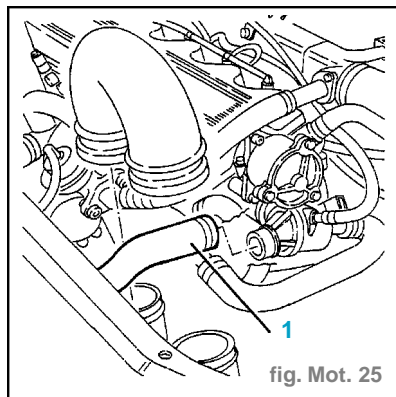

fig. Mot. 25
- Déconnecter du tube rigide d'entrée du liquide de refroidissement à la pompe le manchon inférieur (2) de sortie du liquide de refroidissement du radiateur et le déposer.
- Déconnecter le tuyau d'alimentation (3) du tube rigide d'entrée du liquide de refroidissement à la pompe.
- Déconnecter le manchon (1) de sortie du liquide de refroidissement du thermostat. (fig. Mot.25)
- Déconnecter le raccord électrique (1)